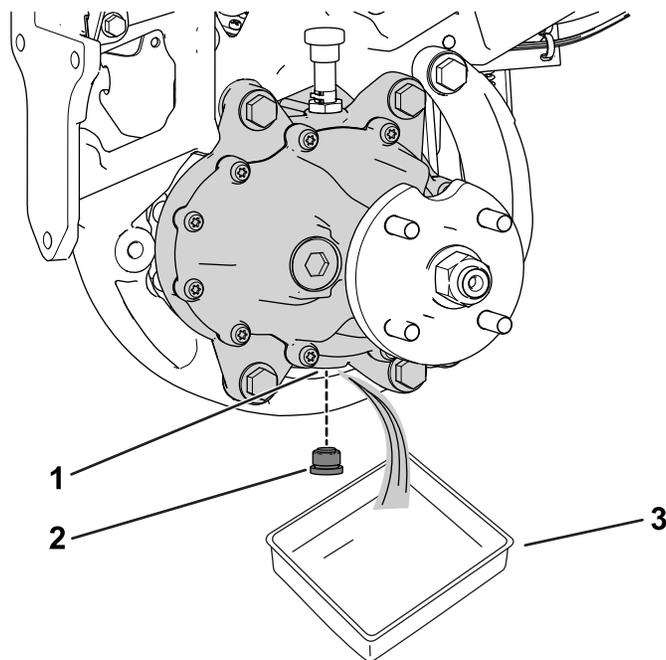

Рисунок 49
3. Подставьте сливной поддон под мотор-колесо в сборе (Рисунок 49).
4. Снимите пробку сливного отверстия (Рисунок 49).
6. Заверните пробку в сливное отверстие (Рисунок 49).